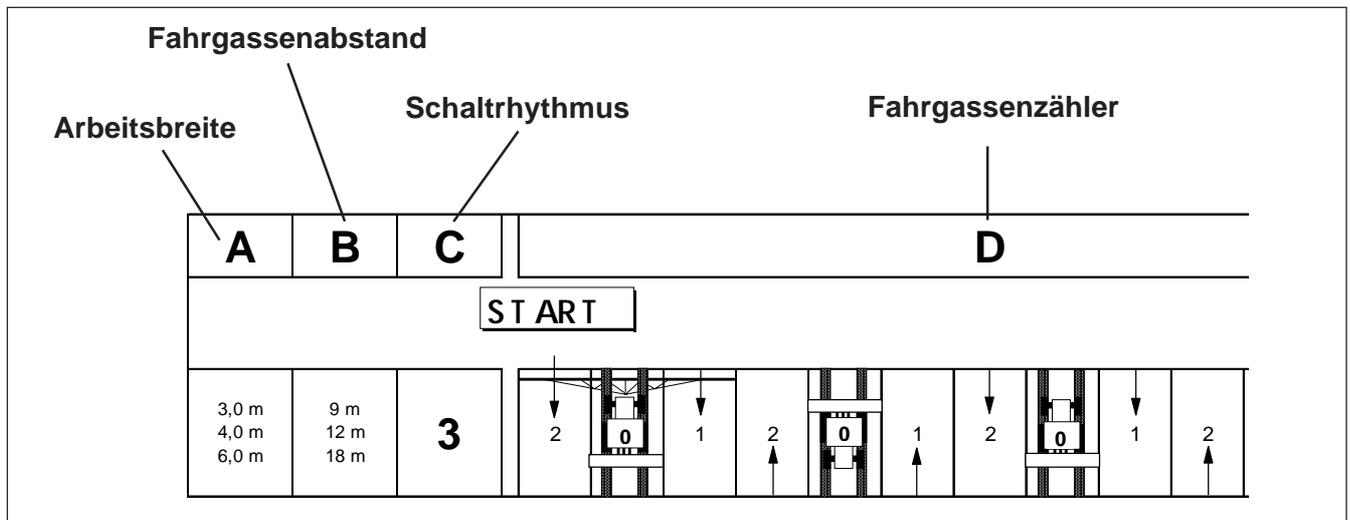

Fig. 26.8
- **mit** Spuranreißern, beim Spuranreißerwechsel von den Sensoren (Fig. 26.8/1), die an den Spuranreißerauslegern befestigt sind.